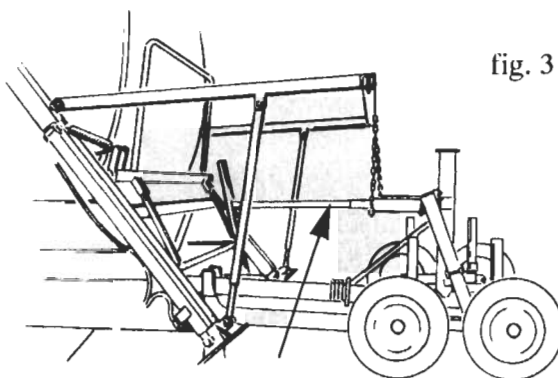

fig. 3
- 6) montare la barra di disinnesto sul carrello (fig.3)
- 6) clamp the disengaging bar on the trolley (fig.3);